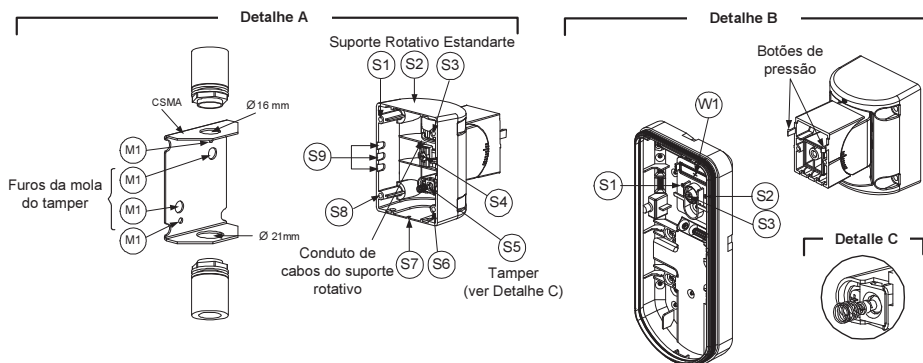

Figura 7
3. Abra os furos pré-marcados na base externa (Figura 7, Detalhe B)
4. No acessório do suporte rotativo remova o furo pré-marcado da fiação do cabo do suporte rotativo S2, S7 ou S9 (Figura 7, Detalhe A).
5. Remova o tampo posterior da base interna (Ver "Trocando a Posição do Tampo Posterior") e conecte-o ao S5 (Figura 7, Detalhe A) no Suporte Rotativo Estandarte.
- a. Insira a fiação do cabo externo através dos furos pré-marcados S2, S7 ou S9 e tire-os (incluindo os cabos do tampo) através do Conduto do Cabo do Suporte Rotativo (Figura 7, Detalhe B).
Montagem do Conduto do Suporte Rotativo (usando Adaptador do Conduto de Metal do Suporte Rotativo – CMSA, Figura 7, Detalhe A)
- d. Insira os cabos externos e os cabos do tampo desde o conduto através do Conduto de Cabos do Suporte Rotativo do suporte rotativo (Figura 7, Detalhe A).
A mola do tampo S5 (figura 7) deve fazer contato com a parede através dos furos das molas do tampo M2 ou M3 no CMSA. Certifique-se de escutar o "Clique" do tampo ao ser conectado à parede.
7. Insira os cabos do tamper e a fiação do cabo externo do Suporte Rotativo Estandarte através do furo pré-marcado W1 na base externa (Figura 7, Detalhe B).